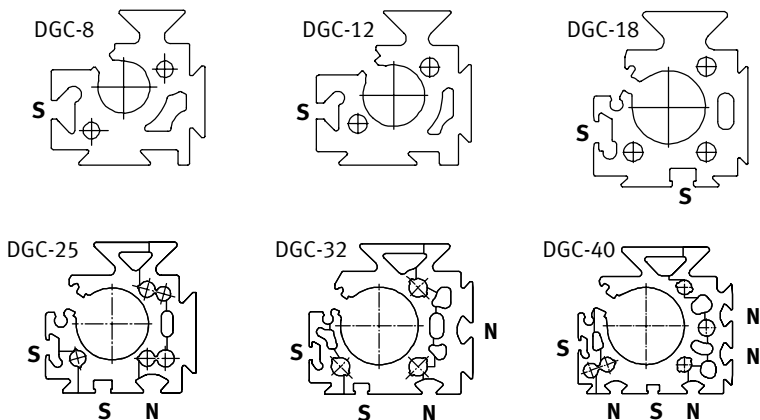

Bild 22
- Verwenden Sie die Nuten S aus Bild 22 zur Befestigung der Näherungsschalter.
- Verwenden Sie die Nuten gemäß Bild 22 zur Befestigung externen Zubehörs.